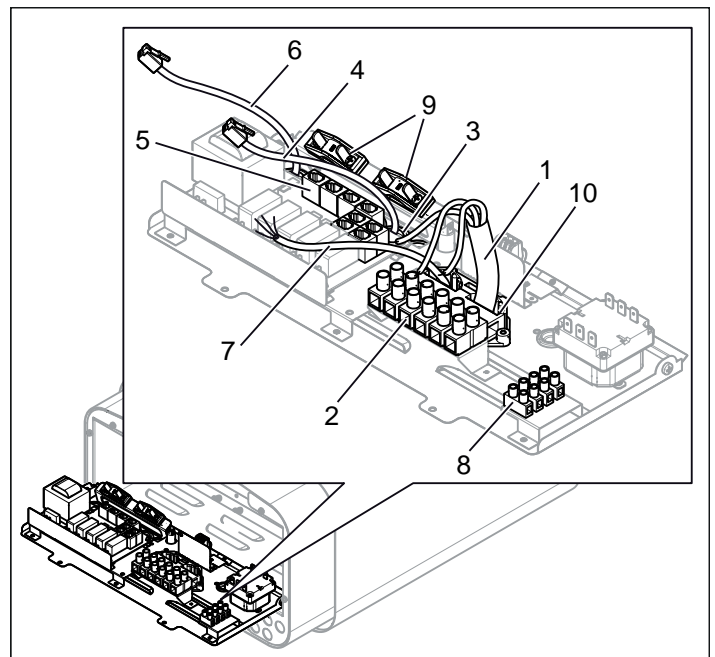
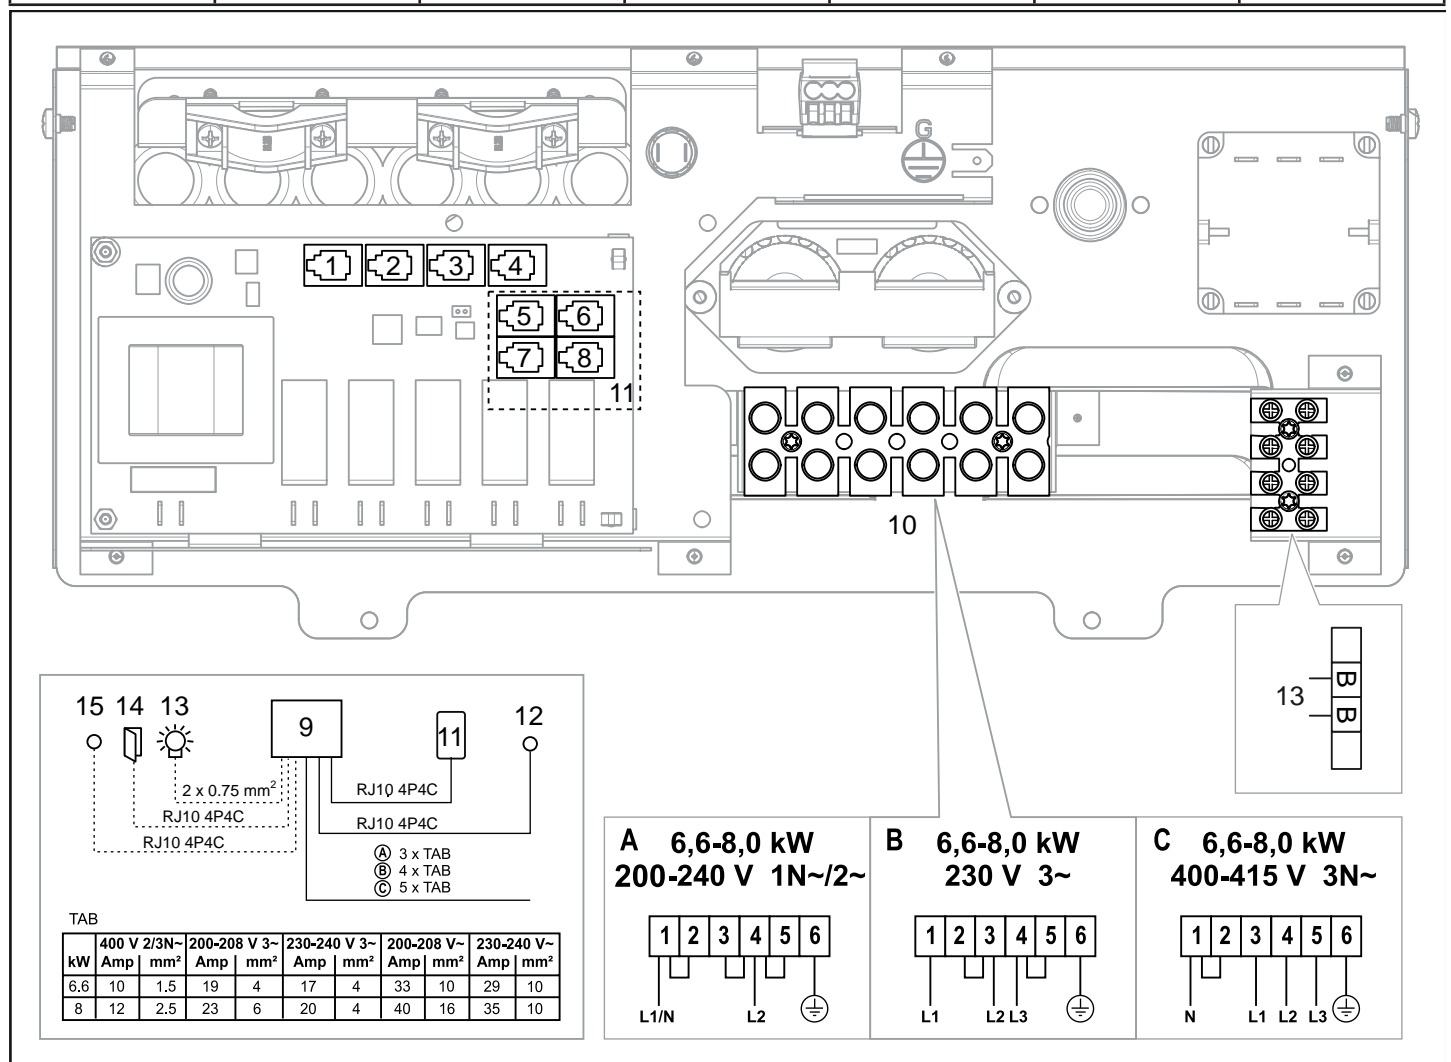

Рисунок 8: Монтажная плата
Рисунок 16: Схема соединений
3. Подключите провод (1) к соединению (2) (см. рис. 8) согласно схеме соединений (см. раздел «Подключение/схема соединений», страница 29).
4. Протяните кабели к панели управления и датчику температуры через кабельные вводы (3). Подключите кабель панели управления (4) к одному из четырех контактов RS485 (поз. 5-8) (5) (см. рис. 8) в соответствии со схемой соединений (см. раздел «Подключение/схема соединений», страница 29).
5. Подключите кабель датчика (6) к НТС-контакту на плате (поз. 1) (5) (см. раздел «Подключение/схема соединений», страница 29) в соответствии со схемой соединений (см. раздел «Подключение/схема соединений», страница 29).
6. Подключите провод к соединению (7) см. рис. 8, страница 27, к клеммнику (8) согласно схеме соединений, рис. 16, страница 29.
При подключении к источникам напряжения или при ином числе фаз, не указанном в схеме соединений, рис. 16, свяжитесь с технической службой Työ.